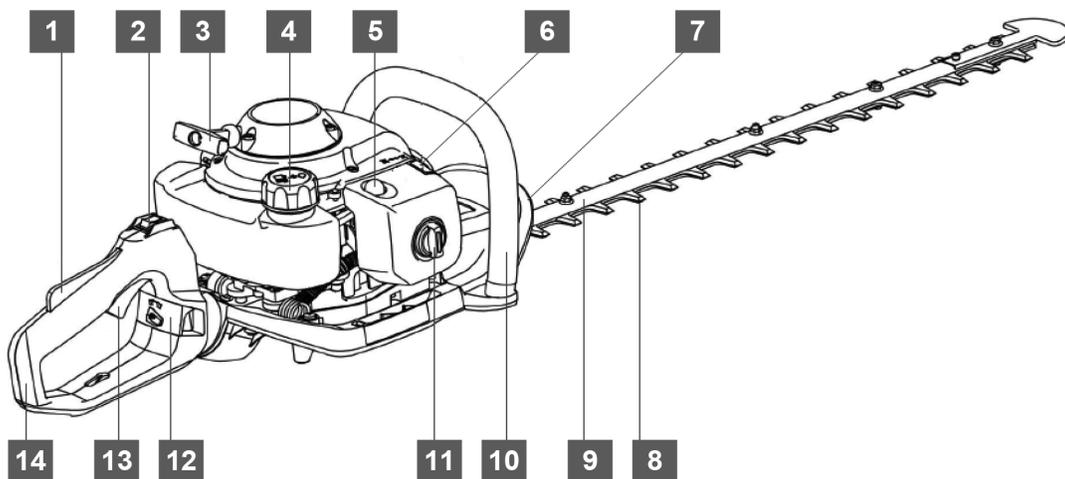
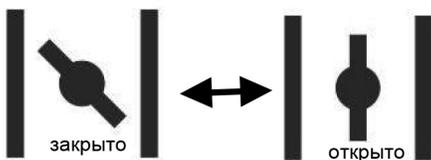

Рис. 1
Рис. 2
- «Переведите рычаг воздушной заслонки (поз. 6, Рис. 1) в положение «ЗАКРЫТО» (рис.2), вытянув его из корпуса.
- После прогрева двигателя, нажмите и удерживайте рычаг разблокировки курка газа (п.1, рис. 1), выжмите до конца курок газа (п. 13, рис. 1) и приступайте к работе.